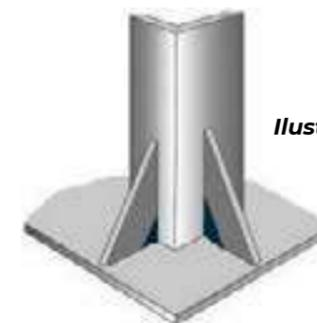

Ilustración 40
- Para garantizar el flujo de las soluciones sin impedimentos, todos los enderezadores, cartelas y refuerzos deben recortarse un mínimo de 19 mm (3/4 pulgadas) (Ilustración 40). Haga agujeros de al menos 13 mm (1/2 pulgadas) de diámetro en las placas de extremo sobre las formas de acero laminado para darle acceso al zinc fundido durante la inmersión en el baño de galvanización y drenaje cuando se las retira.